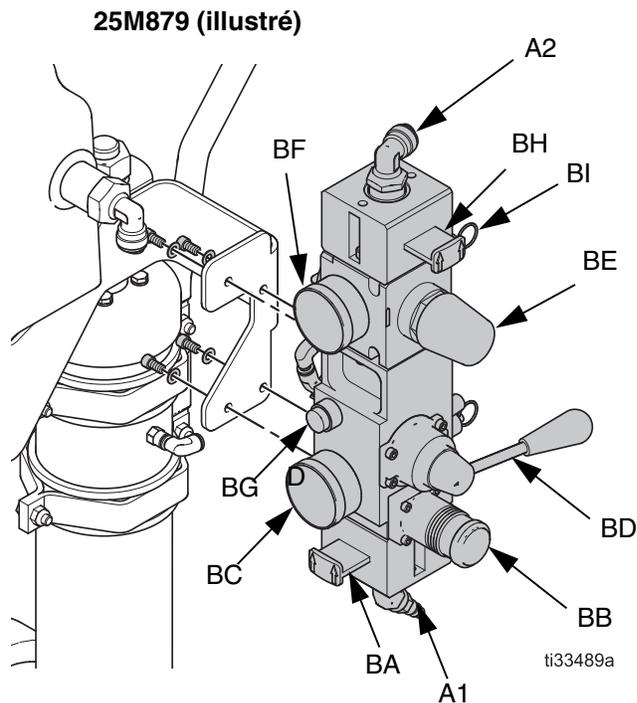

FIG. 1
1. À l'aide de quatre vis et rondelles, fixez les commandes pneumatiques intégrées sur le support de montage. Voir FIG. 1.